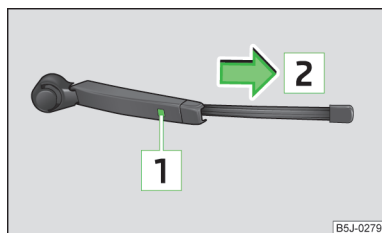

Fig. 35
- Écartez le bras d'essuie-glace du pare-brise » fig. 35.